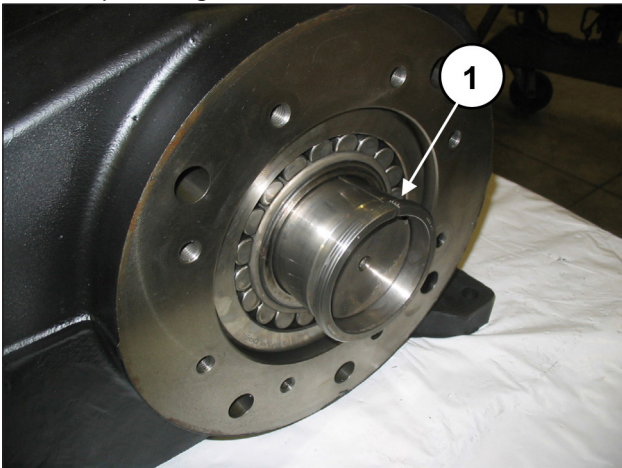

Fig. 44
Insira manualmente a bússola de pressão para manter o eixo alinhado (pos. ①, Fig. 44).